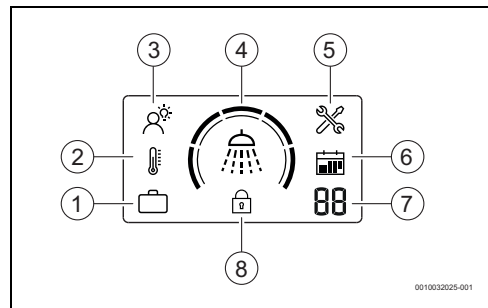

Fig. 5 Ansamblu controler cu afișaj
- ▶ Apăsați tasta  până când regimul INTELIGENT apare pe afișaj (→ Fig. 5 [3]).
- ▶ Apăsați tasta  până când regimul Manual apare pe afișaj (→ Fig. 5 [2]).
- ▶ Apăsați tasta  până când regimul Vacanță apare pe afișaj (→ Fig. 5 [1]).
- ▶ Apăsați tasta  pentru a seta numărul dorit de zile de vacanță (→ Fig. 5 [7]).
Această funcție blochează panoul de comandă (→ Fig. 5 [8]).